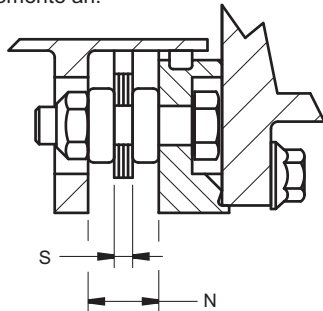

Abbildung 11 - Prüfwerte der Ausrichtung
- Sollte der Wert $N_{\text{Durchschnitt}}$ außerhalb dieser Spezifikationen liegen, so wenden Sie eine präzisere Messmethode an, um einen angemessenen Wert für den Spalt zu ermitteln: Messen Sie zunächst die Dicke des Lamellenpakets "S", siehe Abbildung 11. Während dieser Messung sollten die Lamellen fest zusammengepresst sein. Berechnen Sie "G", indem Sie "S" von $N_{\text{Durchschnitt}}$ subtrahieren.